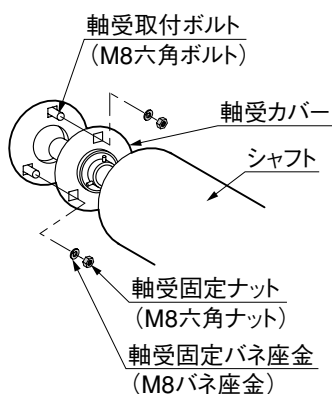

図3-4
- ③ ブラケットに溶接している「軸受取付ボルト」に軸受カバーを取付けて、「軸受固定バネ座金」と「軸受固定ナット」を仮止めしてください。（図3-4参照）
- ⑤ 「軸受固定ナット」を締付け、軸受けを固定してください。（図3-4参照）